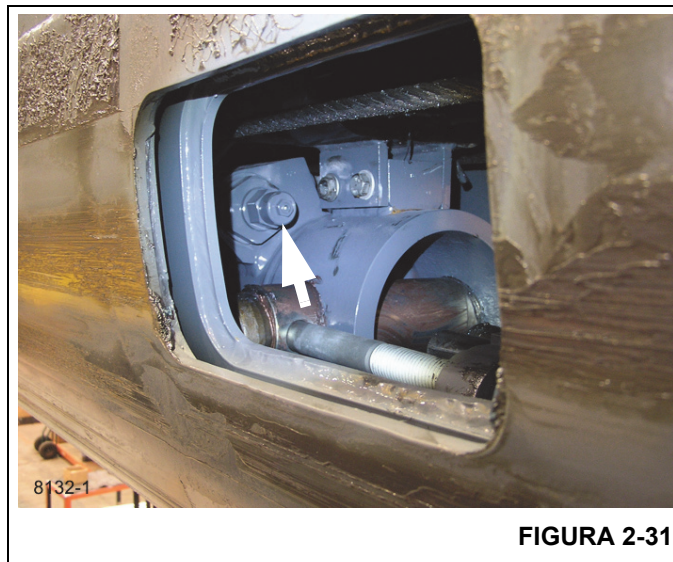

FIGURA 2-31
5. Desparafuse a válvula de retenção de seu bloco de entradas. (Consulte a Figura 2-31 e a Figura 2-44.)